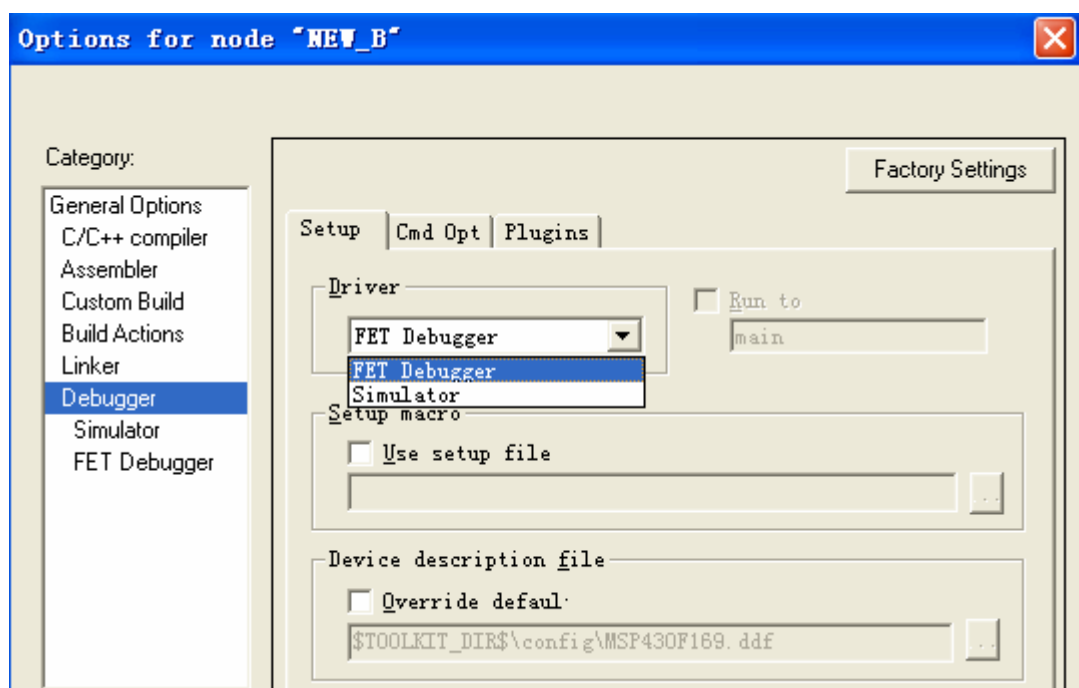

图 9
- 在 Debugger 的 Setup 选项卡中选择 FET Debugger（仿真器仿真），或者 Simulator(模拟仿真)，见图 9